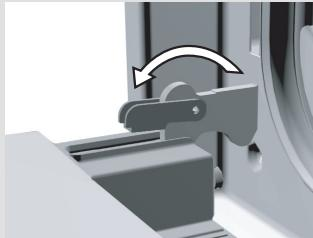

рис. 1
- Возьмите стекло дверцы за нижний край, потяните его на себя и слегка, не выше 10 мм, приподнимите. Не поднимайте слишком высоко! Настолько, чтобы язычки на уголках высвободились из прорезей (рис. 1).
- Полностью откройте дверцу духовки и откиньте фиксаторы до конца назад (рис. 1).